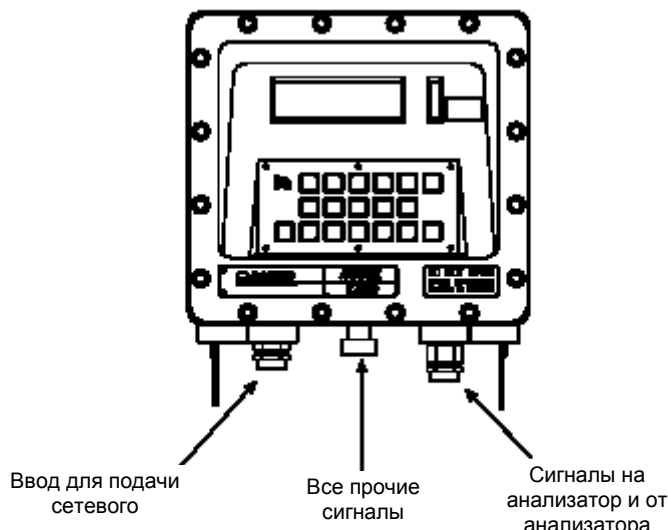

Рисунок 3-10. Отдельные кабельные вводы для ввода/вывода кабелей от контроллера ГХ.
- (1) Обеспечьте доступ к терминальной плате контроллера ГХ для подключения в полевых условиях (ТВ):
- (а) Если необходимо, то обратитесь к инструкциям, приведенным в Разделе 3.4.1, шаг (1).
- (2) Протяните соответствующим образом коммуникационные линии, особенно в случае использования взрывобезопасного кожуха контроллера (смотрите Рисунок 3-10).